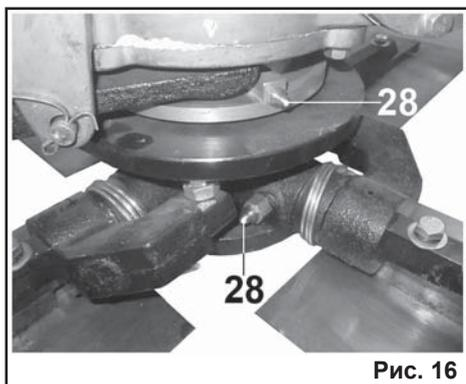

Рис. 16
9.4. Смазка подшипников (Рис.16).
9.2. Контроль и замена масла в редукторе (Рис.16).